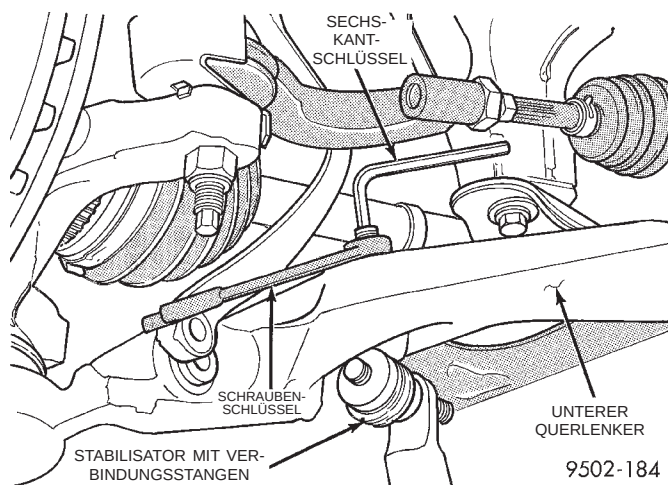

Abb. 56 Muttern von Verbindungsstangen des Stabilisators abschrauben
(1) Fahrzeug anheben. Dazu Unterstellböcke oder eine Hebebühne verwenden, die am Rahmen angebracht wird (siehe Kapitel 0, Schmierung und Wartung, Abschnitt "Anheben des Fahrzeugs").
(2) Die Muttern und die Verbindungsstangen des Stabilisators von den unteren Querlenkern abschrauben (Abb. 56). Dabei einen Sechskantschlüssel in den Gewindebolzen stecken, damit er sich beim Lösen der Mutter nicht mitdreht (Abb. 56).